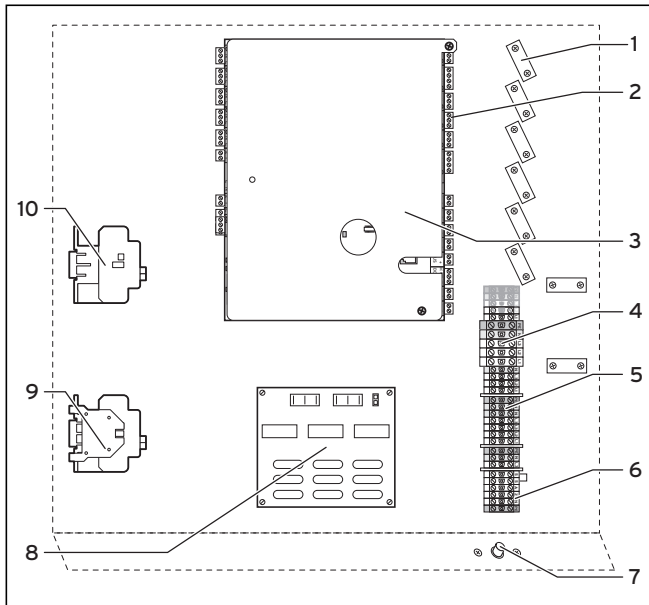

Abb. 7.1 Elektro-Schaltkasten
Legende zu Abb. 7.1
- Montieren Sie die Platine des Anlaufstrombegrenzers (→ **Abb. 7.1, Pos. 8**), wie in dessen Anleitung beschrieben, unterhalb des Elektroschaltkastens der Inneneinheit.
- Schließen Sie den Anlaufstrombegrenzer entsprechend dessen Anleitung an die Klemmen (1) an.